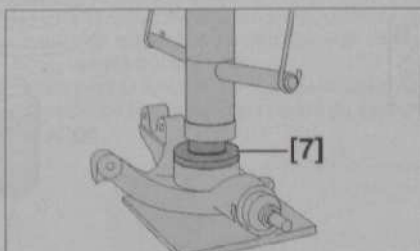

Fig. 41
- Positionner l'outil [7] entre la presse et le pivot (Fig.41)